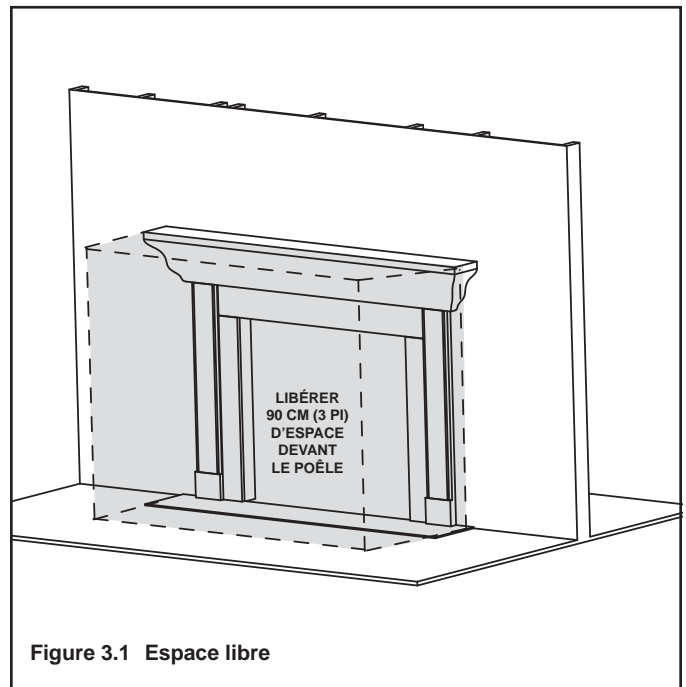

Figure 3.1 Espace libre
**AVERTISSEMENT! NE PAS** placer d'objets combustibles devant le poêle ou de manière à recouvrir les ailettes. Des températures élevées peuvent allumer un incendie. Voir la figure 3.1.